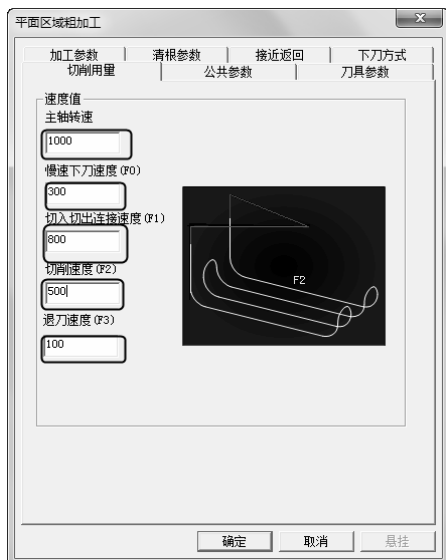

图 2-92 “切削用量”选项卡
5) 单击“切削用量”选项卡，设置“主轴转速”、“慢速下刀速度”、“切入切出连接速度”、“切削速度”、“退刀速度”，具体参数数值如图 2-92 所示。